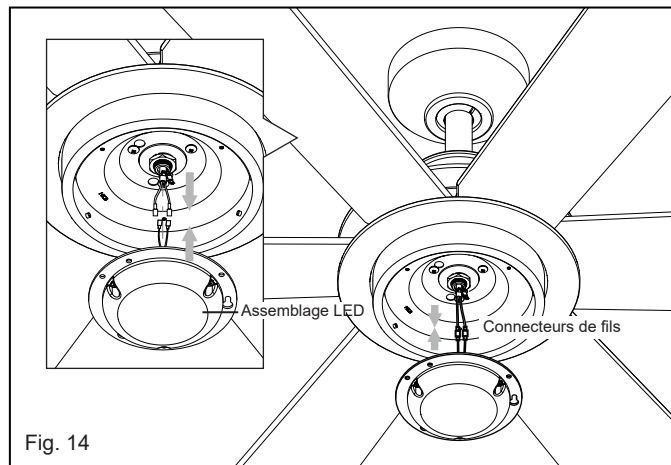

Fig. 14
- 1 Tout en maintenant l'ensemble LED sous votre ventilateur, effectuez les connexions à fiches polarisées : (Fig. 14)